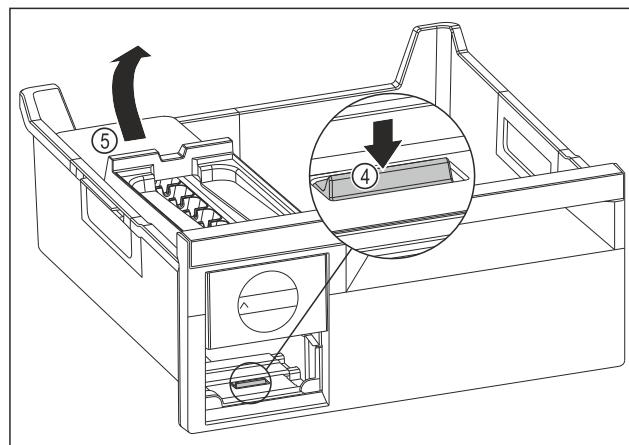

Fig. 212
- Вийняти корпус EasyTwist-Ice: натиснути накладку Fig. 212 (4) пальцем вниз і одночасно підняти корпус EasyTwist-Ice Fig. 212 (5) ззаду іншою рукою.